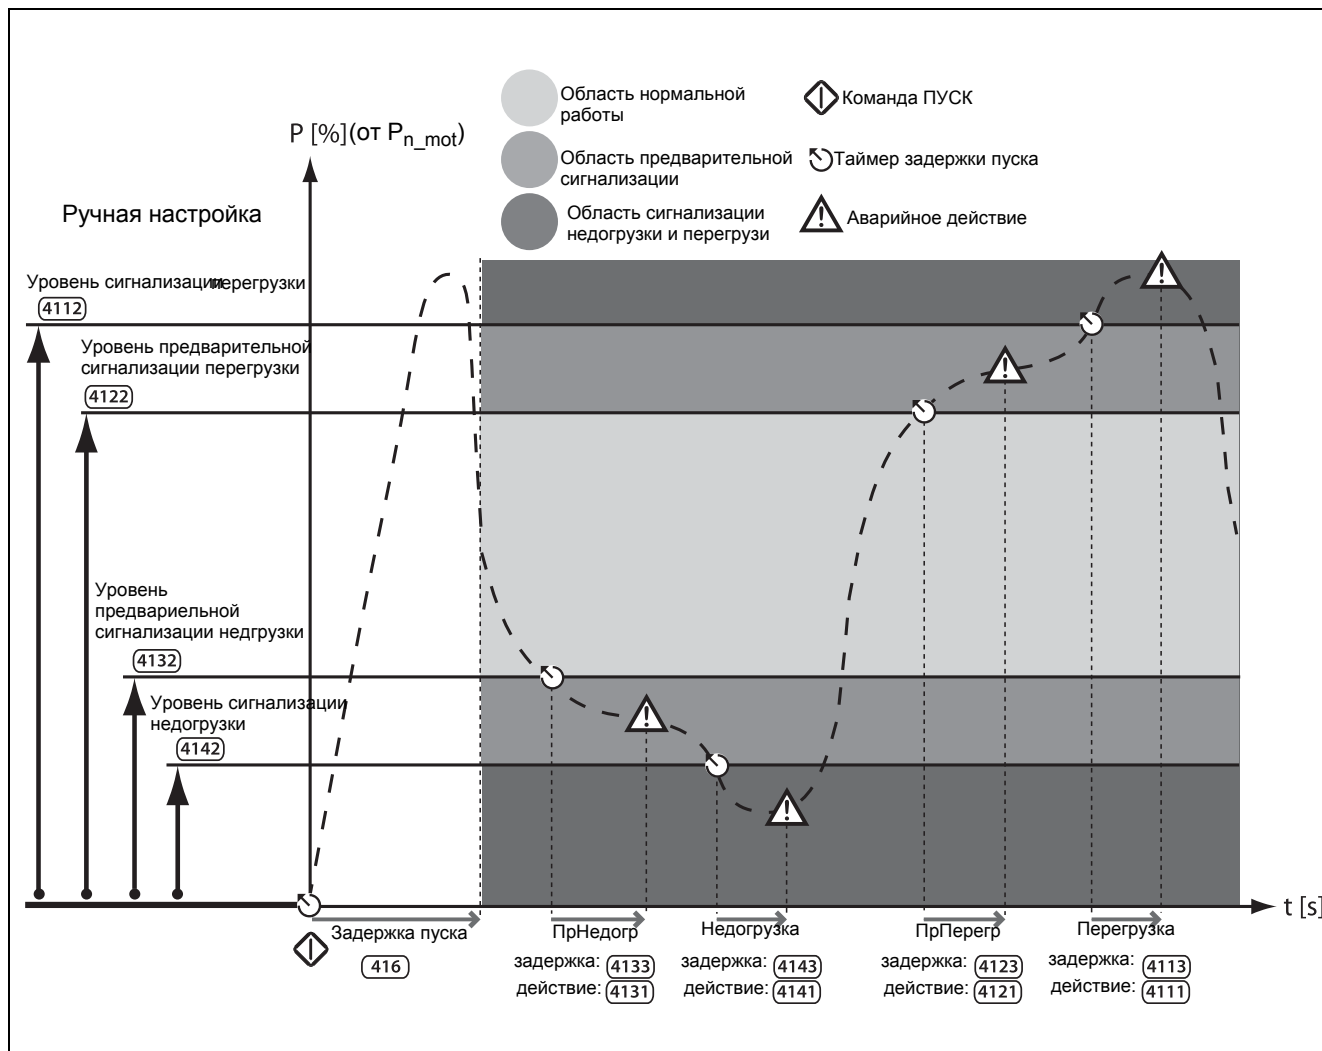

Рис. 40 Ручная настройка уровней сигнализации монитора нагрузки.
1. Ручная настройка, при которой можно задать напрямую до четырех уровней сигнализации (Рис. 40).
См. Рис. 40. Для ручной настройки монитора нагрузки уровни сигнализации [411]–[414] устанавливаются непосредственно в виде процента от номинальной мощности двигателя (меню [223]). Для облегчения настройки отображается фактическое значение сигнала мощности на валу вместе со значением уровня сигнализации. См. пример справа.